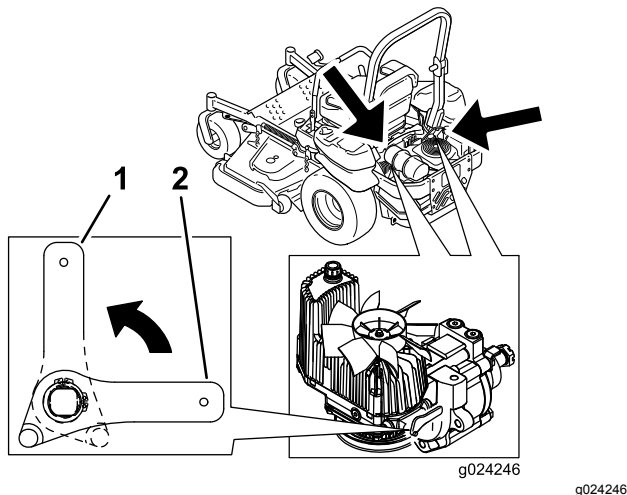

Figura 42
3. Gire las palancas de las válvulas de liberación a la posición vertical para empujar la máquina (Figura 42).
5. Gire las palancas de las válvulas de desvío a la posición horizontal para conducir la máquina (Figura 42).